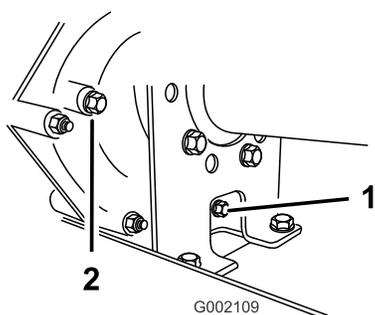
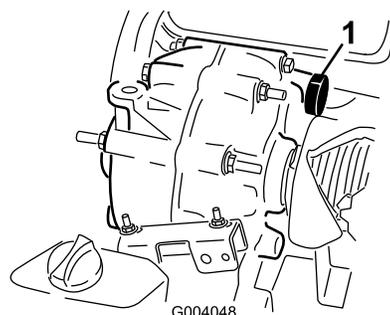

Figure 42
Figure 43
2. Enlevez le bouchon de vidange sur le côté du réservoir (Figure 42) et faites couler le liquide dans un bac de vidange. Revissez le bouchon de vidange en place lorsque la vidange est terminée.
3. Versez environ 1,4 l d'huile moteur SAE 10W30 dans le réservoir (Figure 43) ou faites l'appoint jusqu'à ce que le niveau atteigne le bas du trou d'indication de niveau (Figure 42).